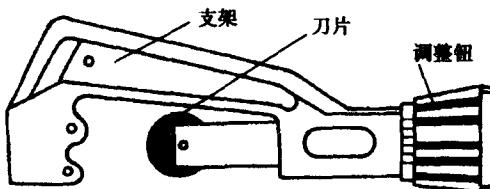

图 1.1 管子割刀的结构形状
(1) 切割铜管。切断铜管时一般都使用管子割刀，如图 1.1 所示。